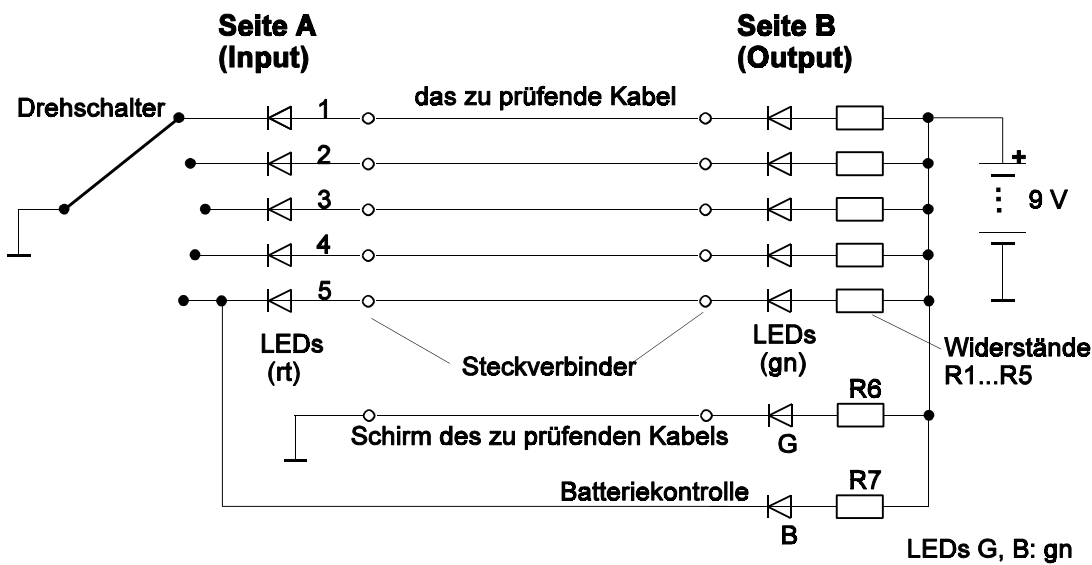

Abb. 5
6. Abbildung 5 zeigt einen einfachen Kabeltester. Der Kabeltest ist ein mehr oder weniger automatisch ablaufendes Durchklingeln: wir belegen auf der einen Seite Ader für Ader mit einem Stimulus und sehen jeweils nach, was auf der anderen Seite ankommt. Der